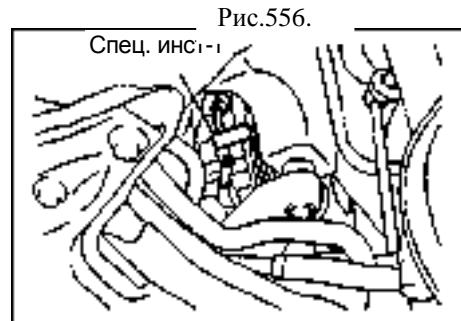

Рис.556.
- (a) Используйте специальный инструмент для снятия трубы (рис.556).